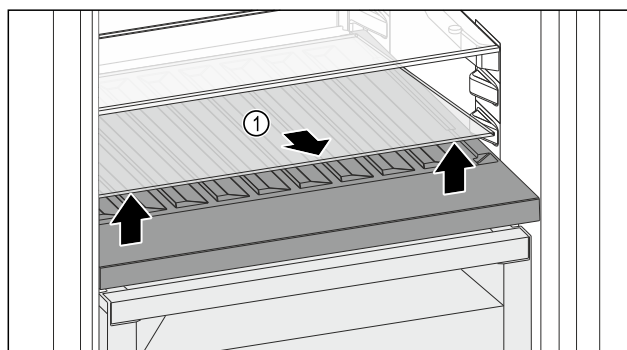

Fig. 147
- Podignite staklenu ploču Fig. 147 (1) na otvoru sprijeda i izvadite je.
- Čuvajte staklenu ploču Fig. 147 (1) na sigurnom izvan uređaja.
- Uložite staklenu ploču (2) ispod promjenjive police za boce.